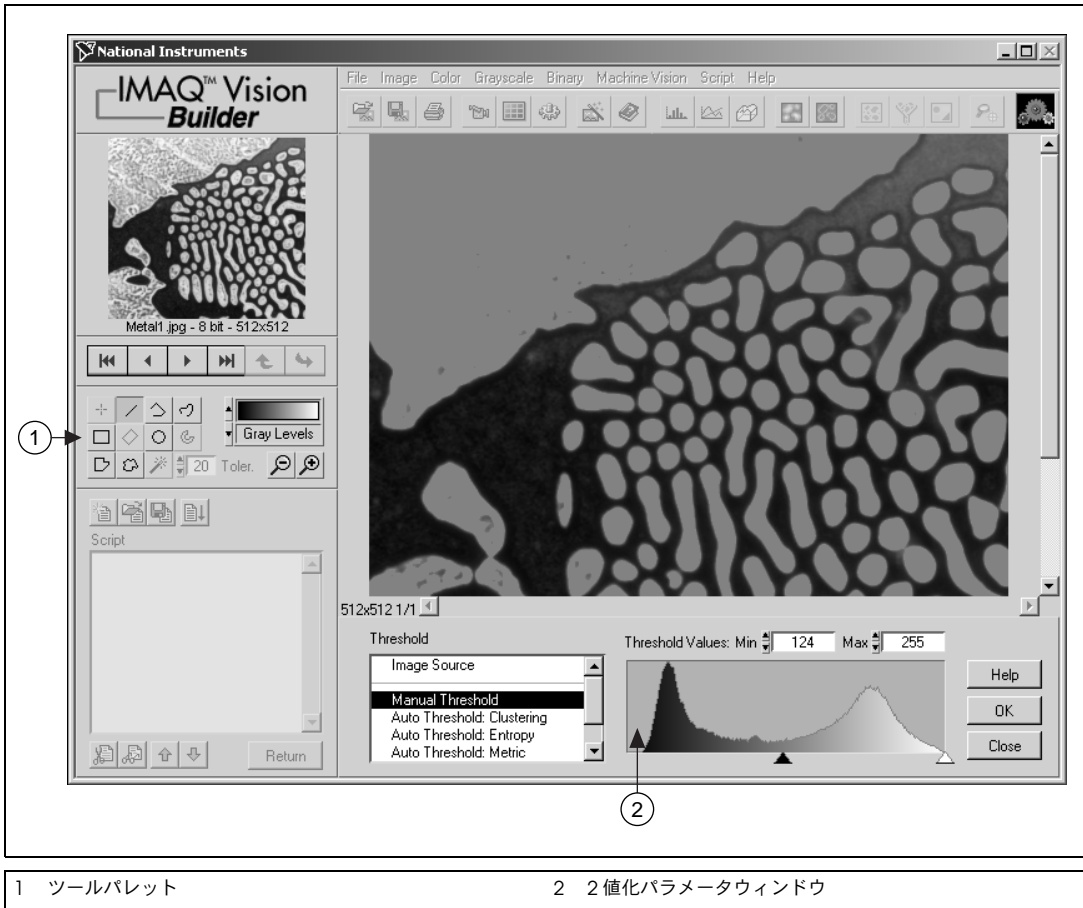

図 2-3 画像の 2 値化
- パラメータウィンドウ：画像処理関数のために設定できるパラメータを表示します。メニューから使用可能な各 IMAQ Vision 関数には、各パラメータを設定できるパラメータウィンドウが 1 つあります。2 値化パラメータウィンドウのサンプルを表示するには、図 2-3 「画像の 2 値化」を参照してください。
7. **Grayscale** → **Threshold** を選択します。図 2-3 のように、2 値化パラメータウィンドウが IMAQ Vision Builder ウィンドウの右下端に表示されます。